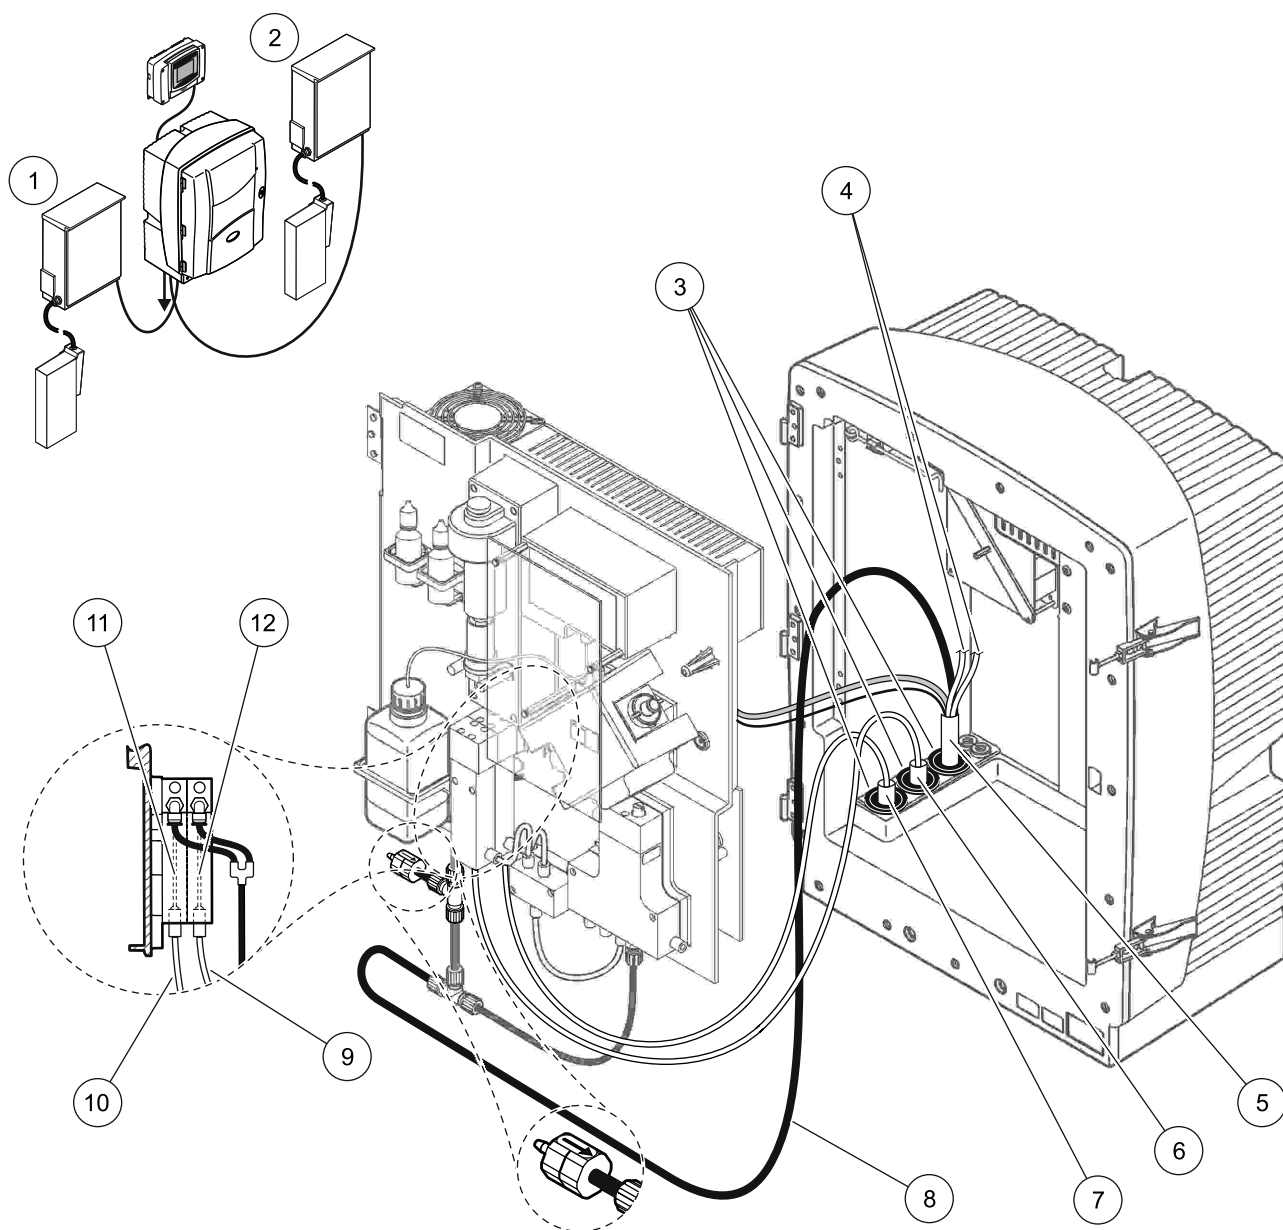

Figura 33 Configuração da opção 5
Consulte o Figura 33 e as seguintes instruções para a Opção 3:
2. Alimente a mangueira aquecida do FILTRAX 1 através da abertura do analisador (Figura 33, item 7). Utilize o Conector Vedante #1 para fixar.
3. Alimente a mangueira aquecida do FILTRAX 2 através da abertura do analisador (item 6). Utilize o Conector Vedante #1 para fixar.
4. Alimente a mangueira de drenagem aquecida através do analisador (item 5). Utilize o Conector Vedante #1 para fixar.